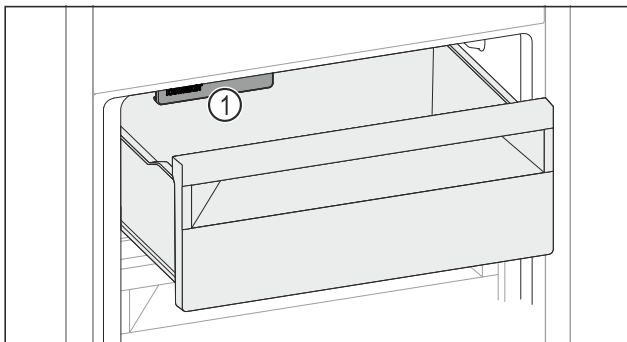

Fig. 130
- ▶ Tenez compte de l'IceMaker Fig. 130 (1).